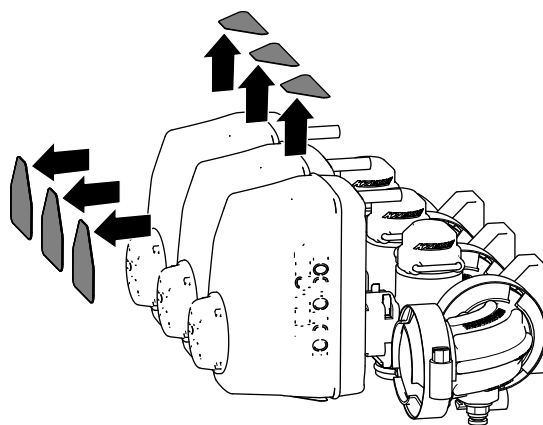

Figura 53
4. Retire las 6 pegatinas de las 3 válvulas de sección de los brazos (Figura 53).